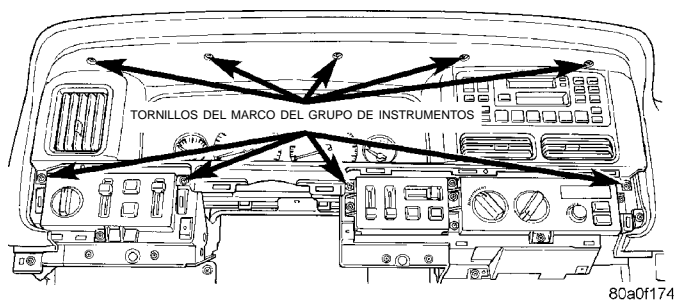

Fig. 5 Desmontaje/instalación de los tornillos del marco del grupo de instrumentos
(1) Desconecte y aisle el cable negativo de la batería.
(2) Retire los dos marcos de la cápsula de conmutadores como se describe en este grupo.
(3) Retire los diez tornillos que aseguran el marco del grupo de instrumentos al tablero de instrumentos (Fig. 5).